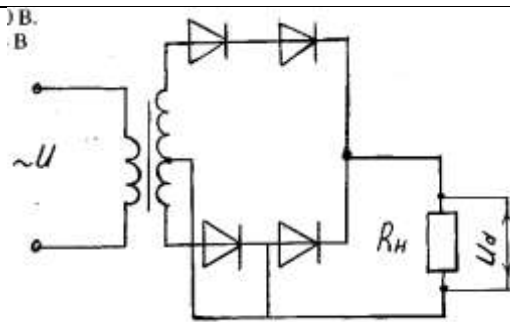

Рисунок 1. Схема двухполупериодного выпрямителя
Условие задачи. Цепь постоянного тока со смешанным соединением состоит из четырех резисторов. Заданы схема цепи (рис. 1), значения сопротивлений резисторов:
2) обозначим токи  $I_1, I_2, I_3, I_4$  на (рис. 1) стрелками и определим их значения из формулы мощности:
Формулировка закона: алгебраическая сумма токов в узловой точке равна нулю. Математическая запись для узла б схемы цепи рисунок 1:
В замкнутом контуре (рис. 1) приложенное напряжение  $U$  (аналогично ЭДС при внутреннем сопротивлении источника тока, равно нулю) и падения напряжения
Для схемы цепи (рис. 1)  $P = P_1 + P_2 + P_3 + P_4$ : так как  $P = I^2 \cdot R$  или